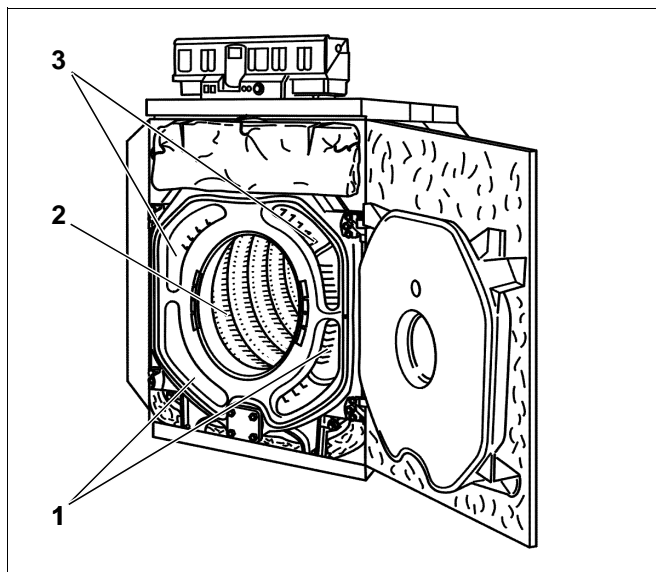

Fig. 69 Pulizia dei condotti fumo
- I condotti dei fumi si devono pulire, dal davanti verso il dietro, con le spazzole per la pulizia 1 e 2 (fig. 69, **pos. 1 e 3**).
- Il resto del focolare (fig. 69, **pos. 2**) viene pulito con la spazzola di pulizia 2.
- Pulire dal davanti i condotti in basso, con la spazzola per la pulizia 2 (fig. 69, **pos. 1**).